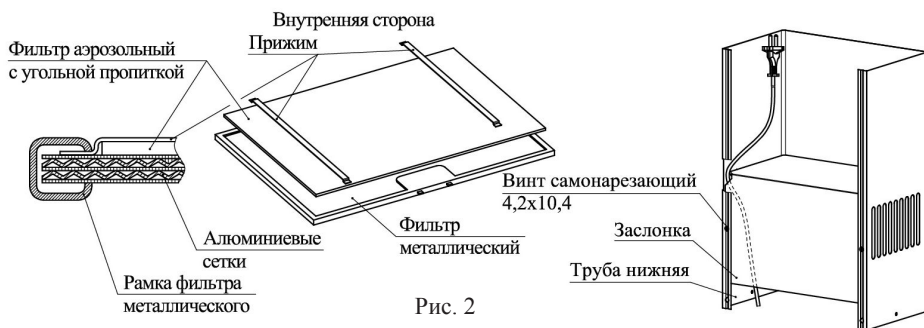

Рис. 2
- 6.7 **ДЛЯ РАБОТЫ В РЕЦИРКУЛЯЦИОННОМ РЕЖИМЕ** установите заслонку в трубу нижнюю так, чтобы сетевой шнур проходил через подогнутый уголок заслонки (рис. 2). Заслонку зафиксируйте винтами самонарезающими 4,2х10,4 (2 шт.).